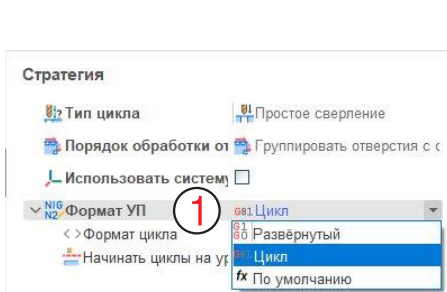
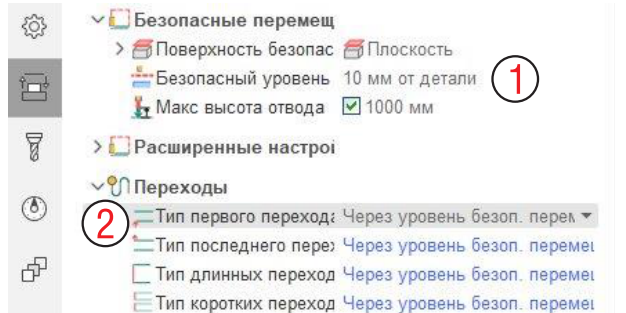

Рис. 4-6. Параметр Формат УП в вкладке Стратегия.
Рис. 4-7. Задание поверхности безопасности в операции.
Параметр **Стратегия – Формат УП** (рис. 4-6) задает способ вывода траектории сверления: либо **Цикл** (чаще всего), либо **Развернутый**, т.е. отдельными движениями. Отметим еще параметры на вкладке Подходы/Отходы (рис. 4-7): Поверхность безопасности, который задан как 10 мм от детали (1), и Переходы с установкой Уровень безопасности (2). Для 3-осевого станка они чаще и используются. Другие настройки разберем в главе о позиционной 3+2 обработке.